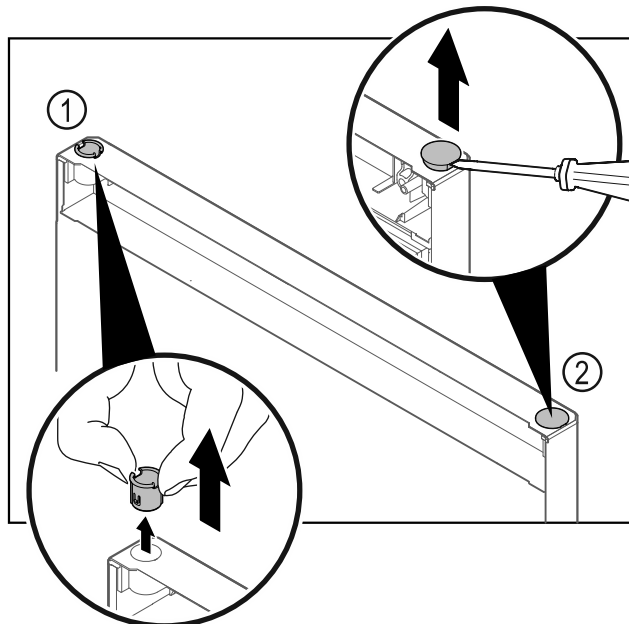

Fig. 27
- ▶ Пальцами вытяните шарнирную втулку Fig. 27 (1).
- ▶ Шлицевой отверткой осторожно подцепите и извлеките заглушку Fig. 27 (2).